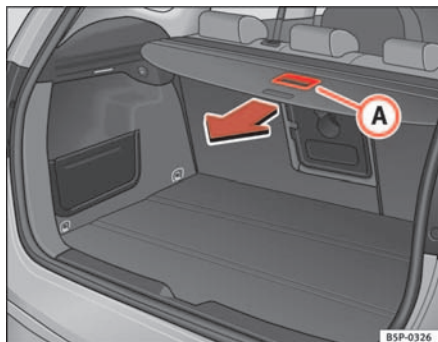

Abb. 120 Betätigung der Ablage
- Ziehen Sie die Ablage am Griff **A** nach hinten, bis Sie ein „Klick“ ⇒ **Abb. 120** hören.